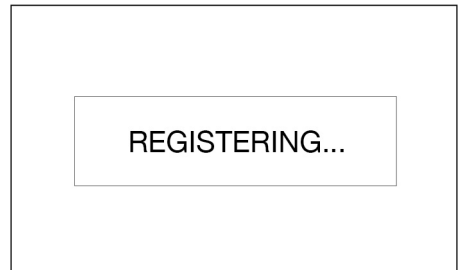

Fig. 13
5. Aparece REGISTERING en el centro de la pantalla durante el registro como se observa en (Fig. 13).